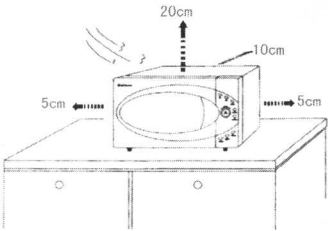

图 1-6 微波炉安装位置示意图
- (1) 仔细检查微波炉外观是否损坏。如有损坏,新机或保修期内应立刻联系经销商或当地特约维修点;超过保修期的微波炉,按规格进行校正或更换,以免微波泄漏,对人身形成危害。
- (2) 放置于有足够承托力的水平面上。
- (3) 微波炉应在通风干燥、无腐蚀性气体的环境中使用,远离高温及蒸汽。
- (4) 勿在炉顶放置任何物体,并保持与顶部壁柜距离至少 20cm,以免炉内温度散不出来,影响核心器件(磁控管)的性能。
- (5) 微波炉两旁应与墙壁距离至少 5cm,炉背应与墙壁距离至少 10cm。如图 1-6 所示。